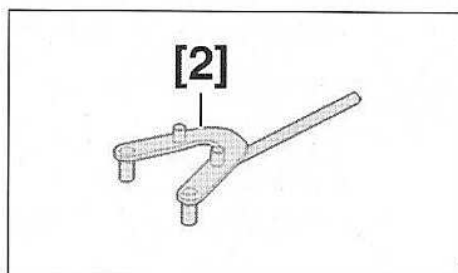

FIG.101
- [2]. Outil de maintien de la roue dentée d'arbre à cames (référence : 0132-AA) (Fig.101)